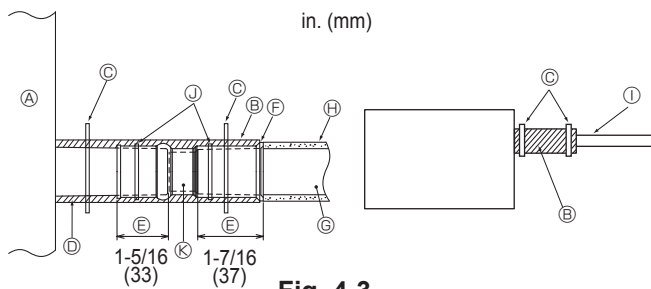

Fig. 4-3
1. Conecte el tubo de desagüe (suministrado con la unidad) al orificio de desagüe. (Fig. 4-3)
[Fig. 4-3]